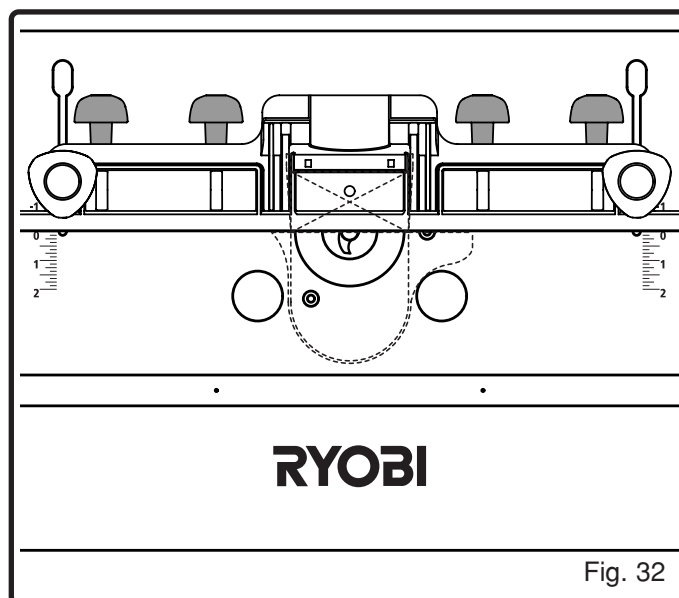

Fig. 32
1. Afloje las 4 perillas (Vea la Ilustración 32).
3. Apriete firmemente las 4 perillas (Vea la Ilustración 32).